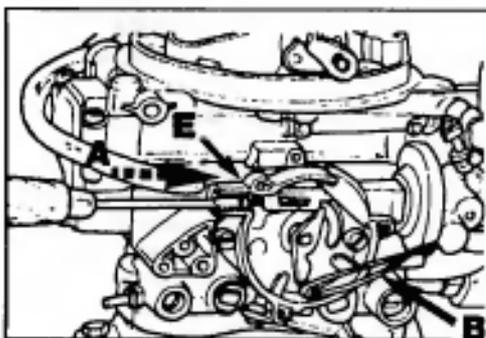

Рис. 5 Зазор воздушной заслонки - регулировка
- Нажмите на рабочую тягу воздушной заслонки в направлении, показанном стрелкой (А) - Рис. 5.
е) При необходимости отрегулируйте зазор при помощи регулировочного винта (Е, Рис. 5).